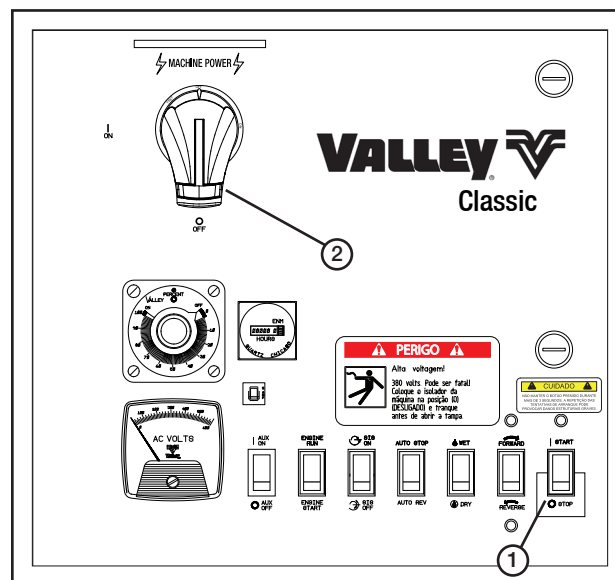

Figura 29-2 1. Interruptor Start/Stop (Arranque/Paragem)
1. Colocar o interruptor START/STOP (Arranque/Paragem) na posição STOP (Paragem). Ver a figura 29-2.
2. Rodar o seccionador principal para a posição OFF (Desligar). Ver a figura 29-2.